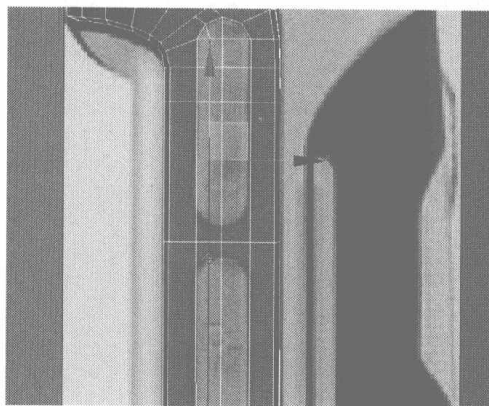
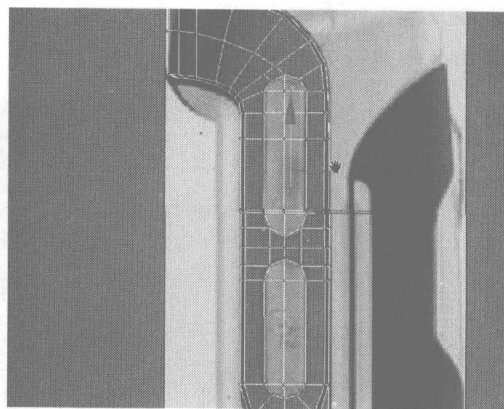

图 4.424
图 4.425
- 11** 用 Remove 命令将如图 4.424 所示的边线与节点删除，然后再添加一些细分线，并进行节点调整，如图 4.425 所示。